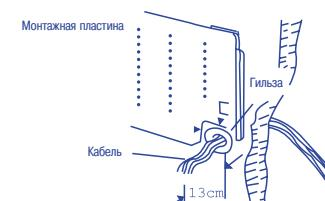

Рис. 10
1) Проденьте соединительный кабель через отверстие в стене. Оставьте внутри помещения свободный участок кабеля длиной 13 см (рис. 10).